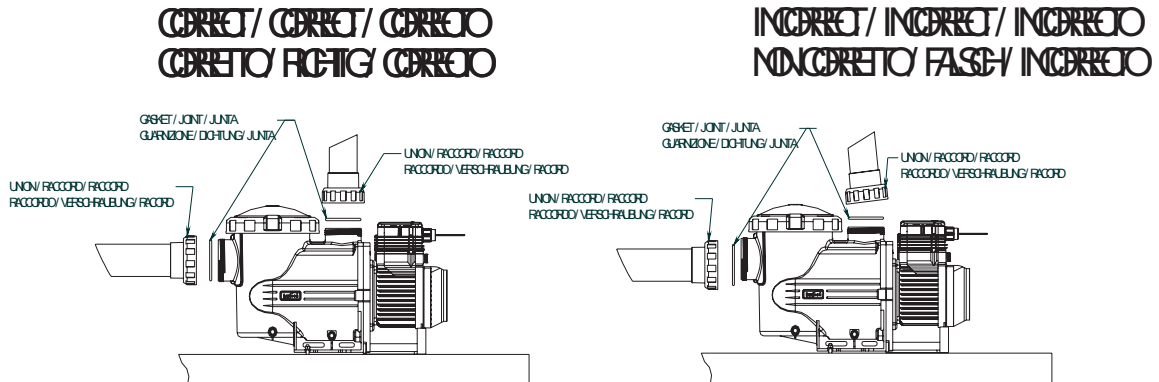

Fig. 3
- Per accertarsi che la pompa funzioni correttamente, adescarne il prefiltro fino a quando l'acqua non sale attraverso il tubo di aspirazione (Fig. 3).